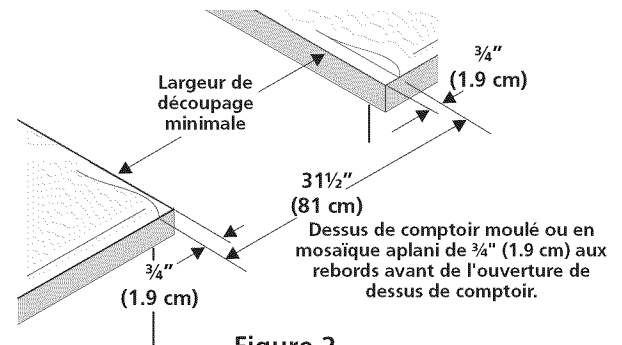

Figure 2
- Les dessus de comptoir au rebord avant moulé doivent être aplanis de $\frac{3}{4}$ " (1.9 cm) à chaque coin avant de l'ouverture (Figure 2).
- Il est possible qu'il soit nécessaire d'araser de $\frac{3}{4}$ " (1.9 cm) les dessus de comptoir en mosaïque à chaque coin avant et/ou d'aplanir le rebord arrondi (Figure 2).